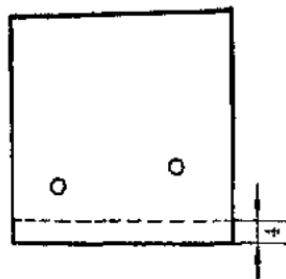

图 4
3. 做如图2尺寸的木板 c 一块，但两孔离板下边需向上平移4毫米，注意保持两孔间相对位置不变，如图4。然后把